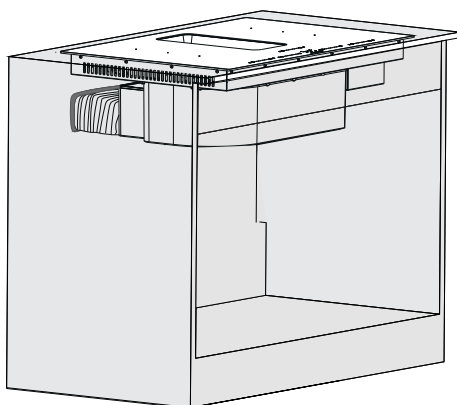

Abb. 29
Nach dem Sie das Gerät auf den Unterschrank eingesetzt haben, verbinden Sie das Ende vom Flex-Rohr mit dem Adapter an der Rückwand (Abb. 29). Danach dichten Sie es mit dem Dichtungsband ab.
*Um einen Luftaustritt an den Verbindungen zu verhindern, dichten Sie beiden Enden vom Flexrohr sorgfältig ab (Abb. 29).*